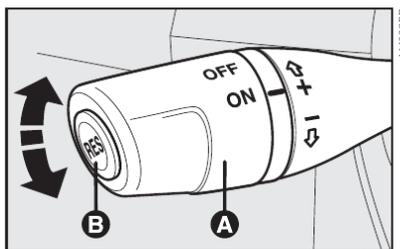

fig. 67
COMANDOS - fig. 67
O piloto automático é comandado pela alavanca **A**-fig. 67.
- 1) Apertando o pedal do acelerador e em seguida memorizando a nova velocidade atingida (posicionando a alavanca **A-fig. 67** para cima (+) por pelo menos três segundos);